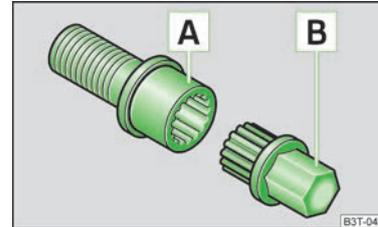

Abb. 176
- › Den Adapter  » Abb. 176 mit seiner verzahnten Seite bis zum Anschlag so in die innere Verzahnung der Anti-Diebstahl-Radschraube  stecken, dass nur noch der äußere Sechskant herausragt.